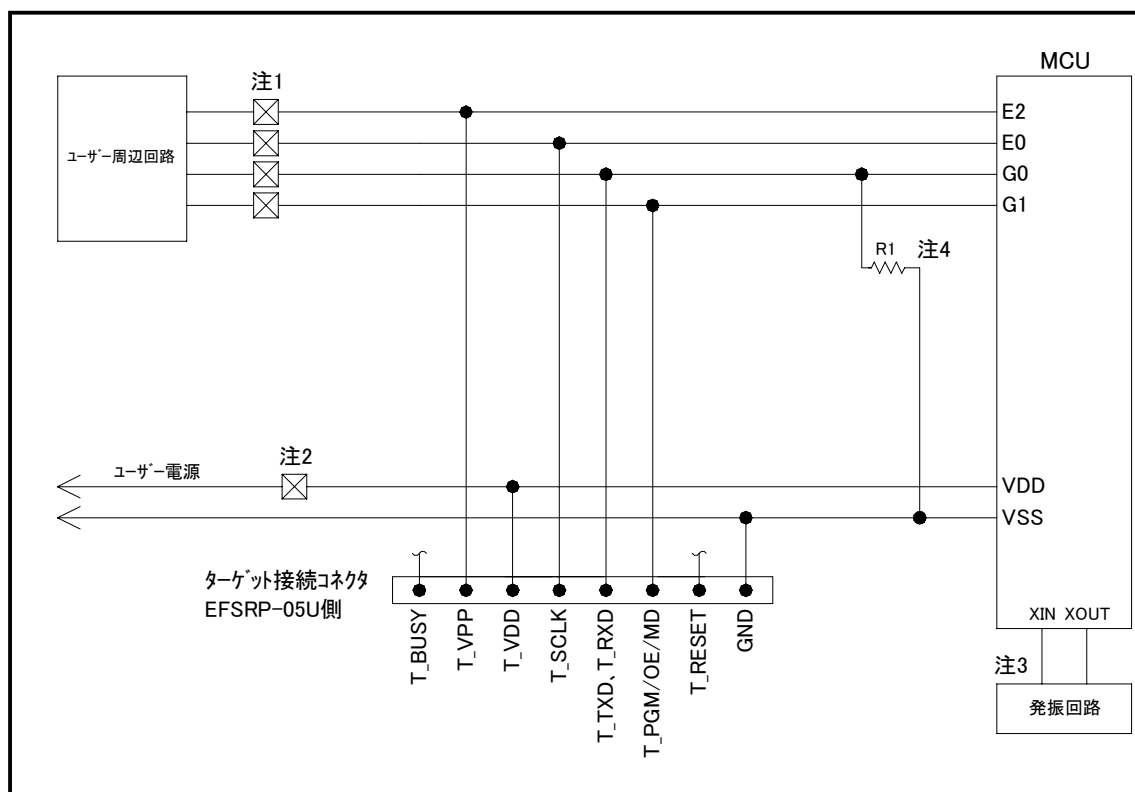

図3 . 1 ターゲットMCU周辺回路例
(1) 4 2 8 3 グループご使用の場合でのターゲットMCU周辺回路例を図3 . 1 に示します。